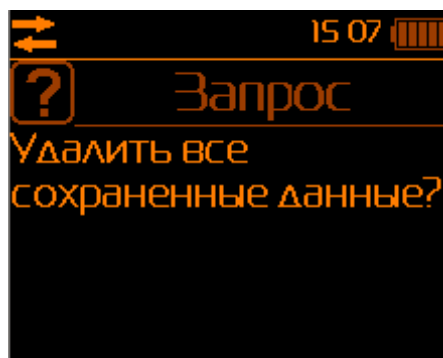

Рис.25 – Запрос подтверждения удаления всех данных при выборе меню «Очистка»
2.7.2. **Удаление всех результатов измерений из памяти блока отображения информации** осуществляется выбором пункта «Очистка» в меню Настроек. Происходит **одновременное удаление всех** результатов измерения температуры, влажности, скорости воздуха и дополнительных параметров микроклимата, хранящихся в памяти БОИ-01. Для предотвращения случайного удаления данных на дисплей выводится информация для подтверждения действий оператора (Рис.25).